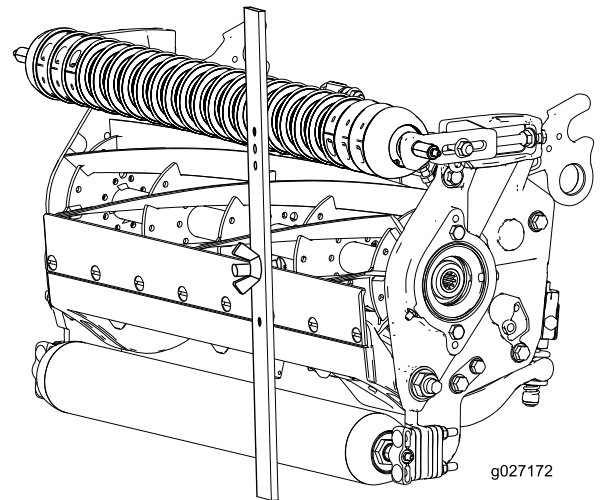

図 17
4. ゲージバーのネジ頭を下刃の先端に引っ掛け、バーの後端を後ローラに当てがう 図 17。
5. 調整ねじを回して前ローラをゲージバーに接触させる 図 17。